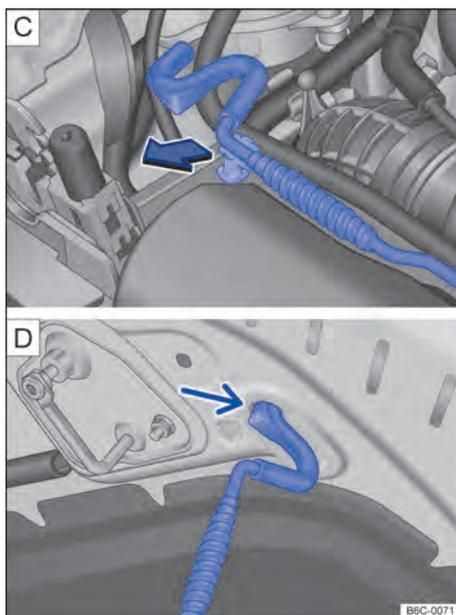

Fig. 146 [C] Haste de sustentação da tampa do compartimento do motor. [D] Tampa do compartimento do motor apoiada na haste de sustentação.
- Retirar a haste de sustentação do suporte no sentido da seta → Fig. 146 [C] e posicioná-la na abertura na tampa do compartimento do motor → Fig. 146 [D].
- Retirar a haste de sustentação do furo → Fig. 146 [D] e encaixá-la no suporte do fecho → Fig. 146 [C].